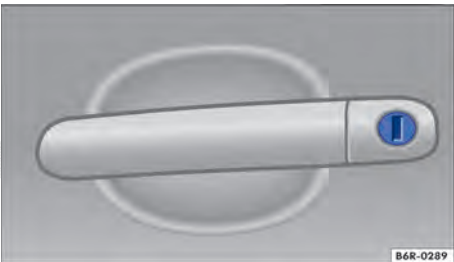

Fig. 154 Maçaneta da porta do condutor com cilindro da fechadura.
- Introduzir a haste da chave no cilindro da fechadura e destravar ou travar o veículo ⇒ Fig. 154.